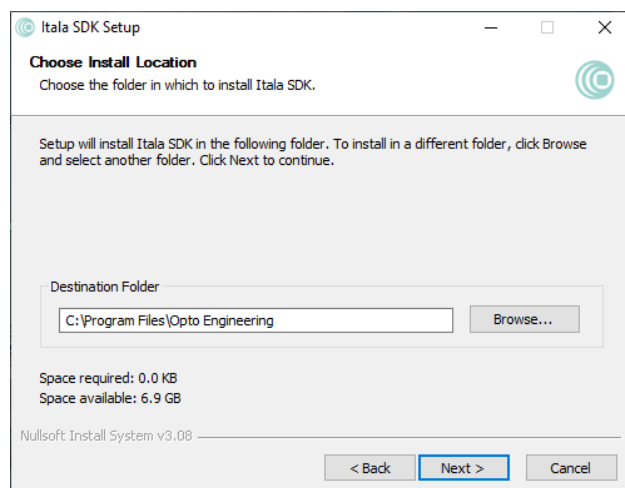

Figure 11: Itala SDK finestra della cartella di destinazione.
4. Scegliere la cartella di destinazione (Fig.11).